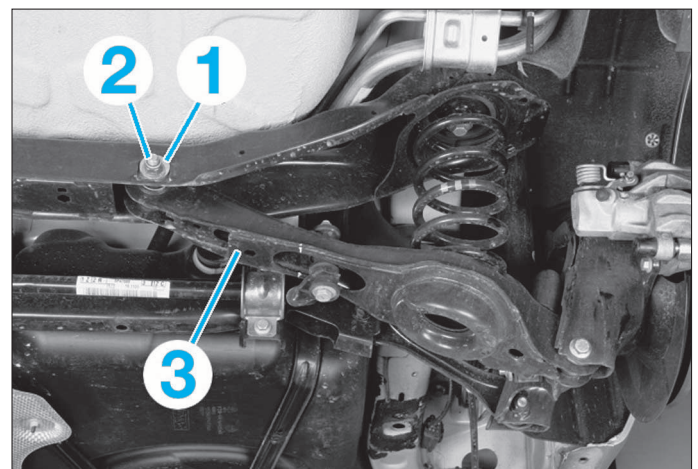

FIG. 2
- Si la valeur mesurée est hors tolérance, desserrer l'écrou (2) (Fig.2) de came de réglage (1) du bras inférieur arrière (3).
- Serrer l'écrou de came de réglage (2).